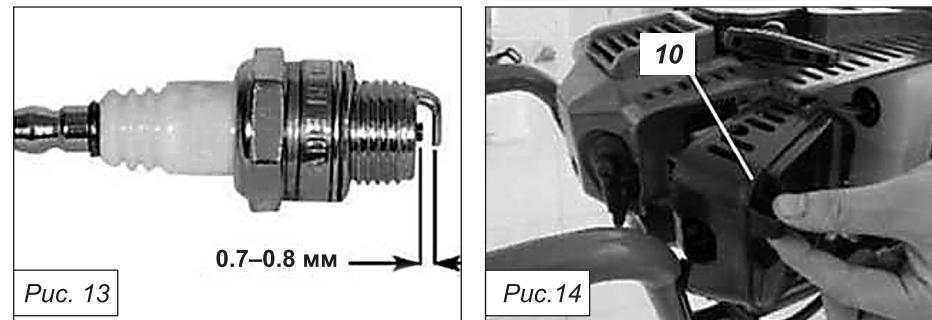

Рис. 14
- Снять крышку воздушного фильтра (п. 10, рис. 14) и извлечь фильтрующий элемент.